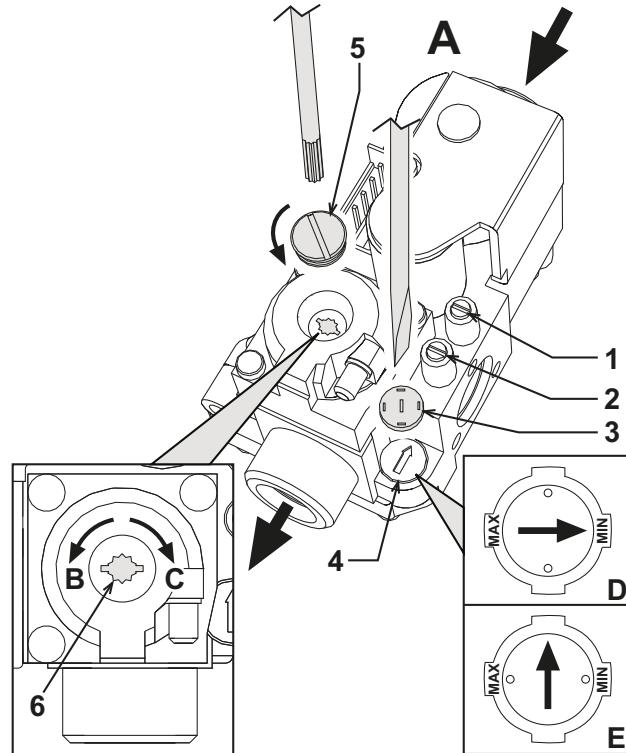

рис. 17 - Регулирование давления
На котле PEGASUS D можно регулировать тепловую производительность топки и, следовательно, тепловую мощность, передаваемую воде системы отопления; это делается исключительно путем регулировки основной горелки с помощью газового вентиля (см. рис. 17). На графиках, приведенных в параграфе сар. 5.2, показано изменение передаваемой воде тепловой мощности в зависимости от изменения рабочего давления горелки. Возможность приведения мощности котла в соответствие с реальными потребностями отопления означает, прежде всего, снижение потерь и экономию топлива. Кроме того, при регулировке мощности, регламентированной также стандартом, котлы сохраняют значения КПД и характеристики горения почти без изменений.
- С помощью небольшой отвертки снимите защитный колпак 5 вторичного привода газового вентиля рис. 17.
- Подключите манометр к клемме давления 2 (рис. 17), расположенного после газового вентиля, затем переведите ручку термостата котла на максимум.
- Регулируйте давление с помощью винта 6 (рис. 17) на желаемое значение, руководствуясь диаграммами, приведенными в параграфе сар. 5.2.
- Снимите с газового вентиля маленький защитный колпак 3 (рис. 17). С помощью маленькой отвертки регулируйте "СТУПЕНЬ" розжига на основании выбранного для работы газа (G20-G25 положение **D** рис. 17 или G30-G31 положение **E** рис. 17); установите на место защитный колпачок.
- Спустите воздух из газопроводных труб через штуцер отбора давления 1 газового вентиля (рис. 17).